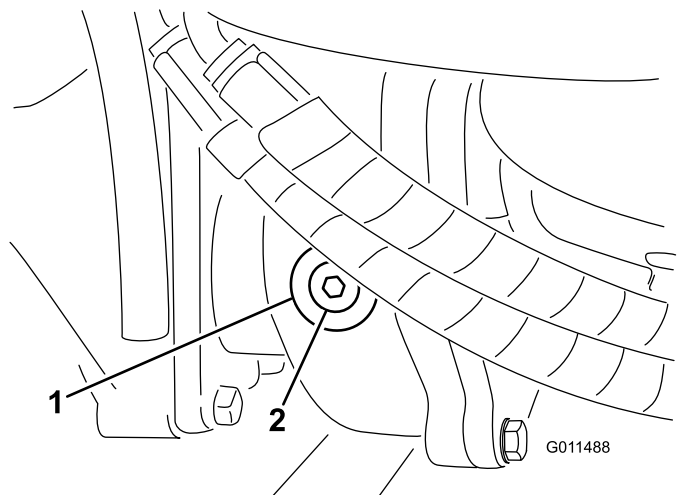

Bild 16
2. Entfernen Sie die Prüf-/Füllschraube an der linken Getriebeseite und stellen sicher, dass das Öl die Unterseite des Lochs erreicht (Bild 16).